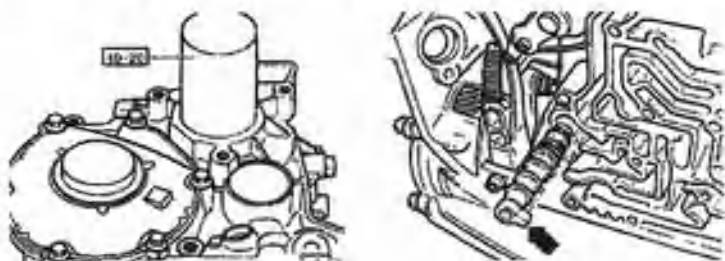

图4.56 行星齿轮机构（二）
② 拆下油底壳、ATF滤网和阀体；取出B1的密封塞（如图4.56箭头所示）。
(5) 用工具 40-20 将盖板压入变速箱壳体; 将带 O 形圈的密封塞装入, 凸缘 (箭头所指) 坐落在油槽内。如图 4.56 所示。